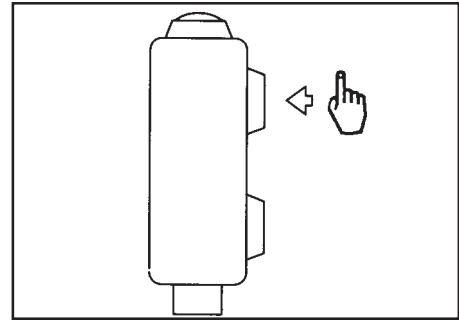

Figure 33
5. Le levier de commandes de la machine est équipé d'un bouton One Touch (voir figure 33) qui est pré-programmé selon le débit d'écoulement de la solution et selon la pression d'applique sur les brosses par défaut. Appuyez brièvement sur ce bouton One Touch pour utiliser ces réglages. **REMARQUE :** Si ces réglages ne sont pas adaptés à vos besoins, consultez la page 60 ou la section « Utilisation du bouton One Touch ».